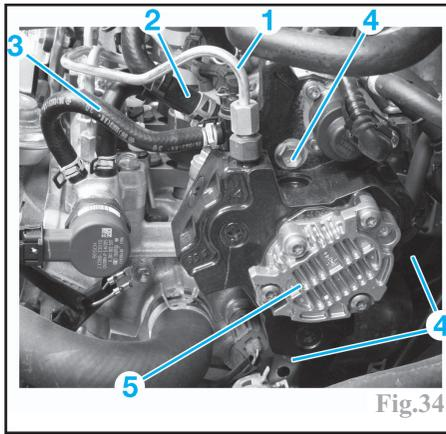

Fig.34
-la canalisation (1) d'alimentation entre la pompe et la rampe d'injection (Fig.34).